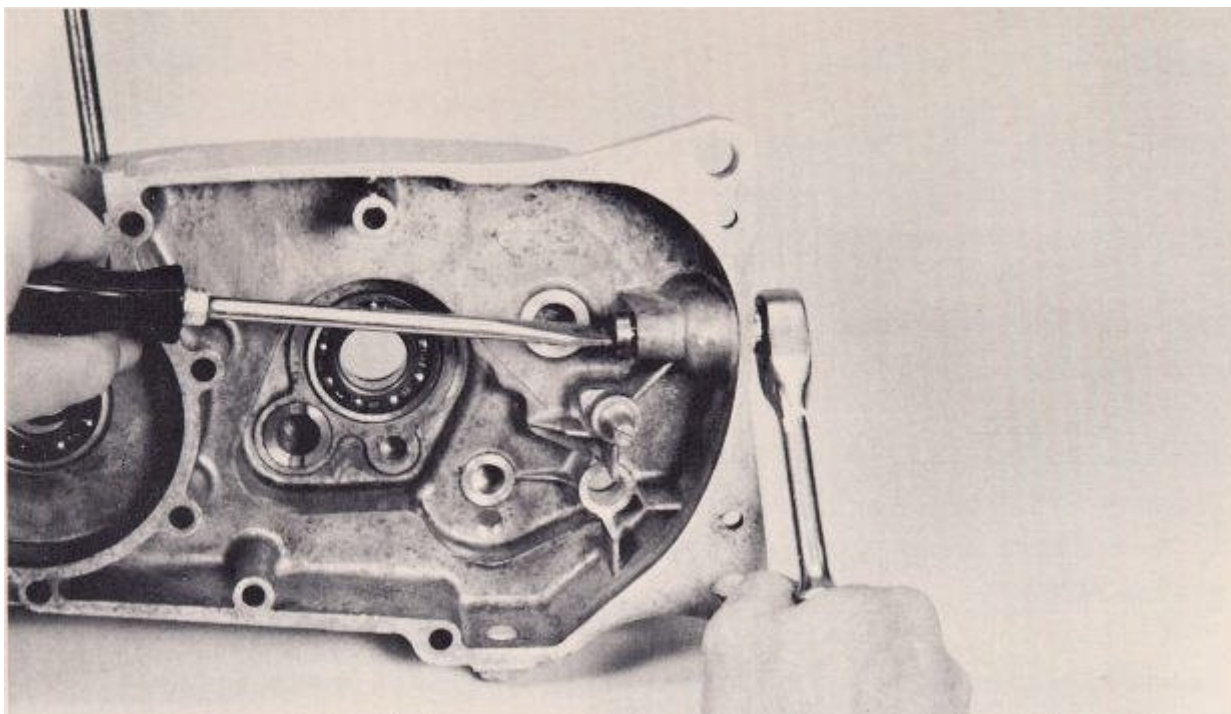

FIG. 50
15. Quite el perno de tope pedal de arranque de la caja del motor derecho. Se enrosca en el caso de sujetos por una tuerca de seguridad de 14 mm que se puede acceder a través del agujero en la parte trasera exterior de la caja (Fig. 50). Afloje y quite la tuerca, la arandela de acero y arandela de fibra. A continuación, desenrosque el perno de la parada. Compruébelo usted mismo en busca de grietas u otros signos de fatiga. Si usted